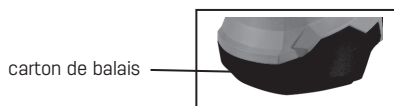

Fig 8
Le balai en charbon peut être retiré en retirant la protection du capuchon (9), le caoutchouc du capuchon et le capuchon de la brosse dans cet ordre à l'intérieur (voir Fig 8)